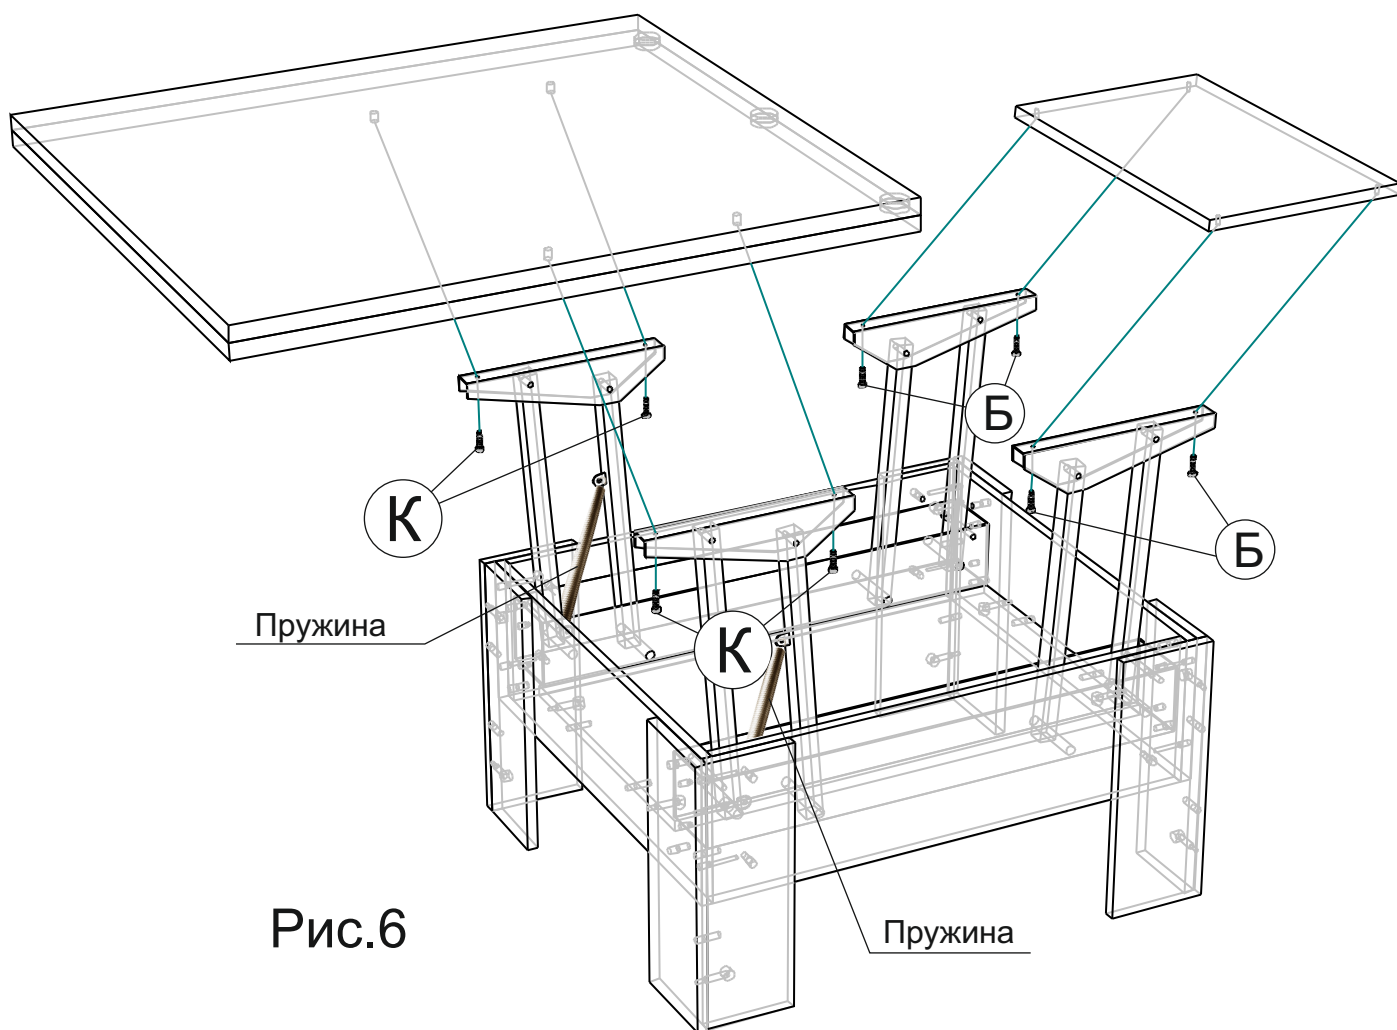

Рис.6
6. К механизмам трансформации закрепляем столешницу 5 с помощью евровинтов Б, и в сборе столешницы 1 и 2 на винты К (рис. 6). Внимание! Сначала прикручиваем столешницу к одному механизму, затем совмещаем отверстия второго механизма с отверстиями в столешнице, и прикручиваем второй механизм.